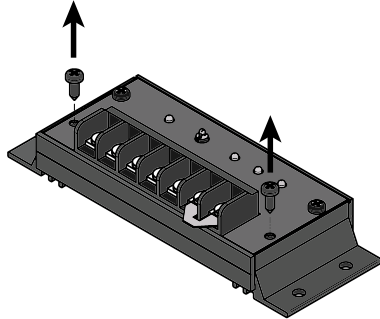

Abbildung 8a. Entfernen der 2 Schrauben der Blende.
Entfernen Sie zuerst die beiden (2) unteren Schrauben der Blende, vgl. Abbildung 8a. Legen Sie die Schrauben beiseite.